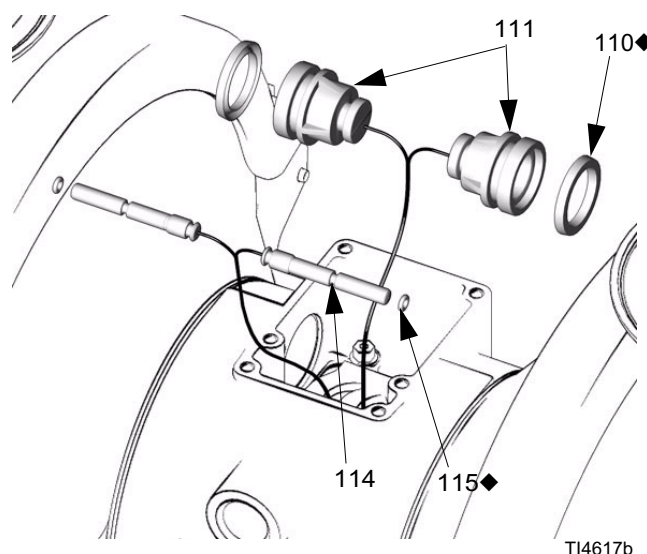

Рис. 10
- Установите уплотнительное кольцо (115) на каждый направляющий стержень (114). Нанесите смазку на стержни и уплотнительные кольца. Вставьте штифты в подшипники, узким концом вперед. Смотрите Рис. 10.
- Установите П-образные кольца (110) на каждый приводной поршень (111) так, чтобы кромки колец были обращены к узким концам поршней. Смотрите Рис. 10.
- Нанесите смазку на П-образные кольца (110) и приводные поршни (111). Вставьте приводные поршни в подшипники, широким концом вперед. Оставьте узкие концы поршней снаружи. Смотрите Рис. 10.